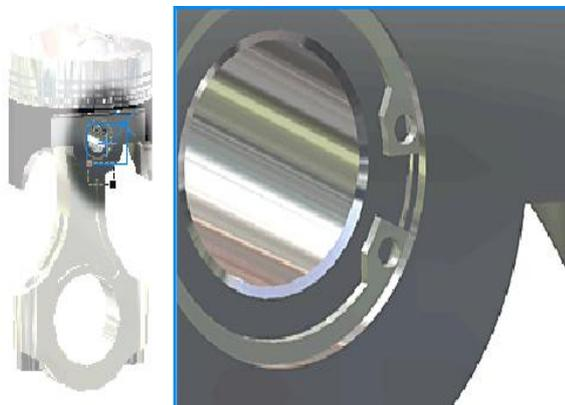

Figura 11. Zoom todo.
- **Zoom ventana:** Se representa mediante el símbolo . Se Utiliza el botón **Zoom ventana** de la barra de Herramientas Estándar para definir el área de una pieza, un ensamblaje o un dibujo con el que rellena la ventana gráfica. Ver figura 11.